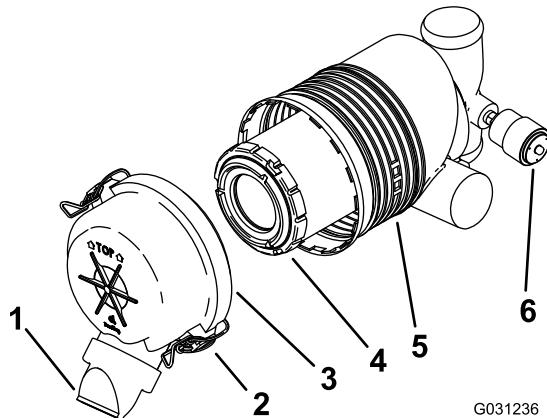

Figure 44
Important: Faites l'entretien du filtre à air uniquement quand l'indicateur de colmatage est rouge (Figure 44). Changer le filtre à air prématûrement ne fait qu'accroître le risque de contamination du moteur par des impuretés quand le filtre est déposé.
4. Déverrouillez le filtre à air et détachez le couvercle du boîtier du filtre (Figure 44).
1. Sortez l'élément filtrant du boîtier du filtre à air avec précaution (Figure 44).
4. Posez l'élément filtrant avec précaution (Figure 44).
5. Reposez le couvercle du filtre à air, le côté portant l'inscription « TOP » en haut, et fermez les dispositifs de verrouillage (Figure 44).